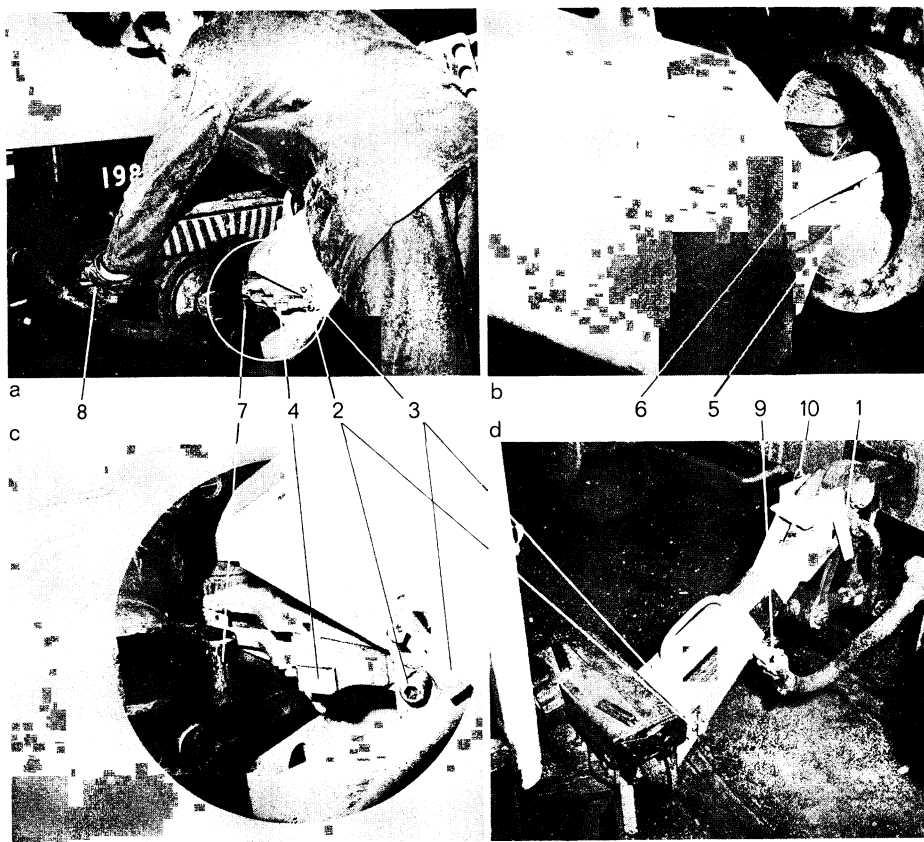

Fig 1
1. Övergångskoppel typ Bny2, fig 1